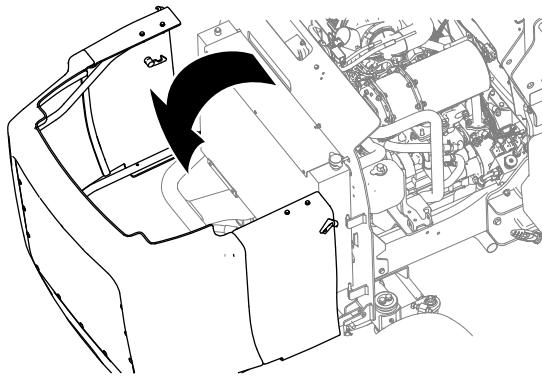

Figure 70
- Déverrouillez et soulevez le capot (Figure 70).